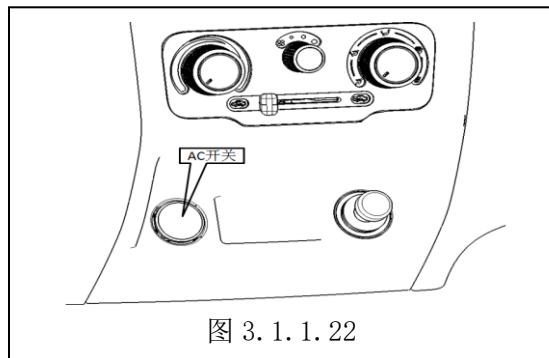

图 3. 1. 1. 22
① 选择外循环方式，启动 A/C 开关，把混合风门调节旋钮调至冷风区域，把风量控制钮调至所需风量，即可除湿。
② 空调系统带前档“除霜、除雾  ”功能；前档起霜时冷暖风门转到最热，风量调到最大，转为除霜模式；前档起雾时，按下 AC 开关，冷暖风门转到最冷，风量调到最大，转为除霜模式。
5) AC 开关的使用（如图 3. 1. 1. 22）